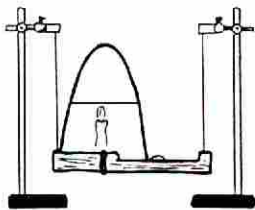

図3 竹鉄砲の実験
- (1) 図3のような竹鉄砲を作り、糸でつるし、水平に保つ。